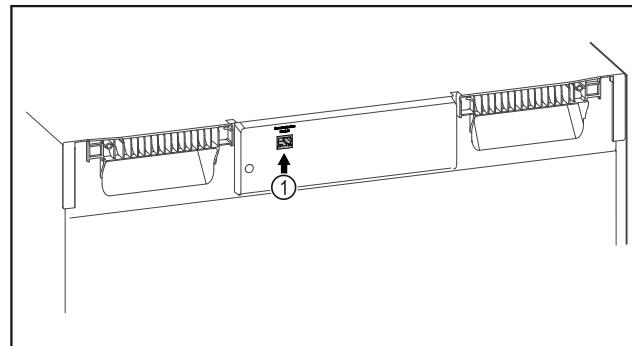

Fig. 115
- SmartModule Fig. 115 (1) ist eingesetzt.